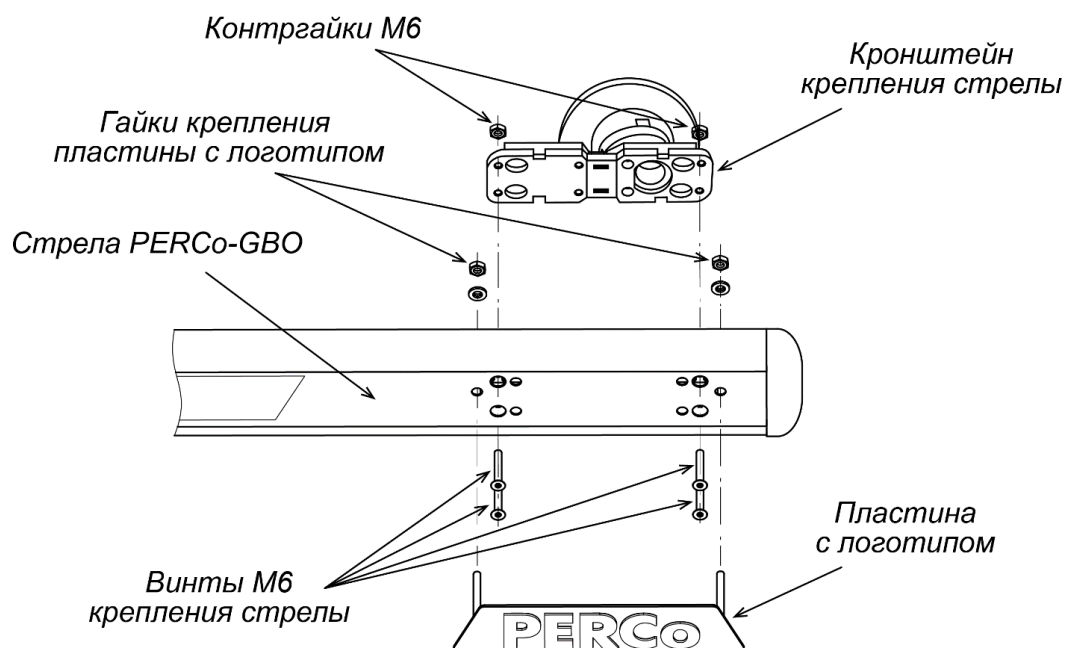
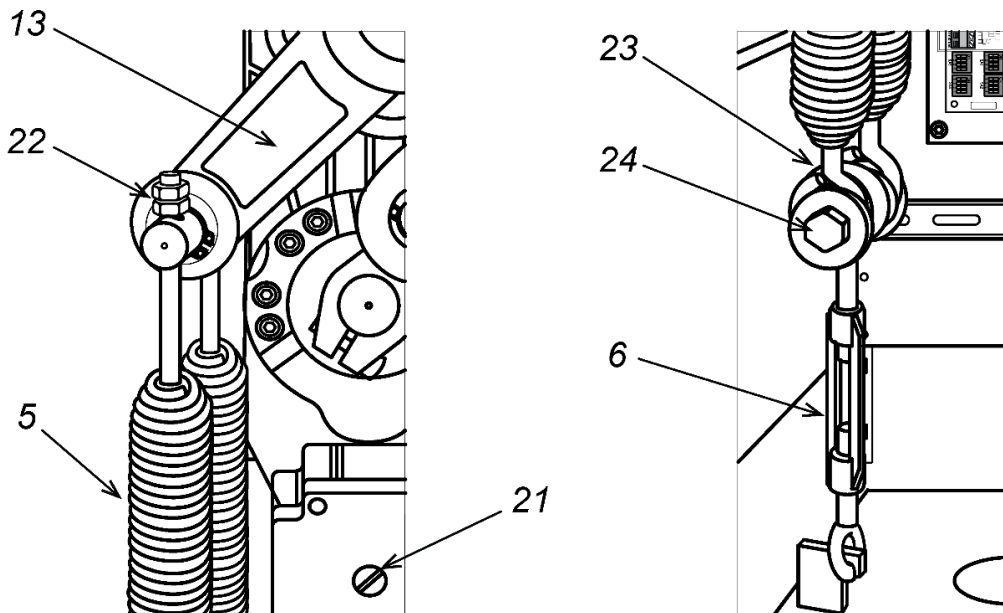

Рисунок 13. Монтаж стрелы PERCo-GBO
Рисунок 15. Установка балансировочных пружин
Снятие или установку стрелы производите при снятых балансирующих пружинах (см. разд. 8.5.6). Переведите кронштейн крепления стрелы в горизонтальное положение, для чего шлицевой отвёрткой вращайте винт разблокировки привода (21) по часовой стрелке до упора (см. рис. 15). При помощи четырех потайных винтов М6 установите стрелу на кронштейн крепления стрелы шлагбаума (**используйте динамометрический ключ, момент затяжки – не более 1 Нм**), после чего вставьте декоративную пластину с логотипом в отверстия стрелы и зафиксируйте ее гайками (см. рис. 13).
Снятие или установку стрелы производите при снятых балансировочных пружинах (см. разд. 8.5.6). Переведите кронштейн крепления стрелы в горизонтальное положение, для чего шлицевой отвёрткой вращайте винт разблокировки привода (21) по часовой стрелке до упора (см. рис. 15). Установите при помощи четырех винтов М6 переходную пластину на кронштейн крепления стрелы (**используйте динамометрический ключ, момент затяжки – не более 1 Нм**), затяните контргайки.
1. Снимите дверцу (2), открыв замок ключом.
2. На приводе стрелы переведите рычаг (13) в нижнее положение (см. рис. 15).
5. Также регулировать натяжение пружин можно при помощи гаек (22) на верхних шпильках пружин (см. рис. 15), при этом над гайками у обеих пружин должно быть примерно одинаковое количество витков резьбы, но не менее 3-5 витков.